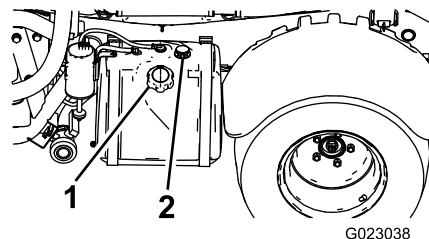

図 11
2. 燃料タンクのキャップ(図 11)の周囲をきれいに拭く。